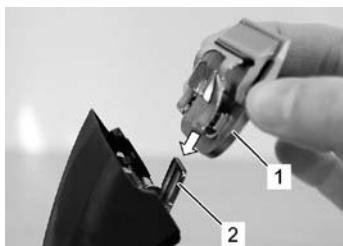

Fig. 14
6. Installez la tête de coupe désirée sur la charnière de peigne et rabattez-la par pression légère vers la tondeuse en marche (Fig. 14 à Fig. 16).